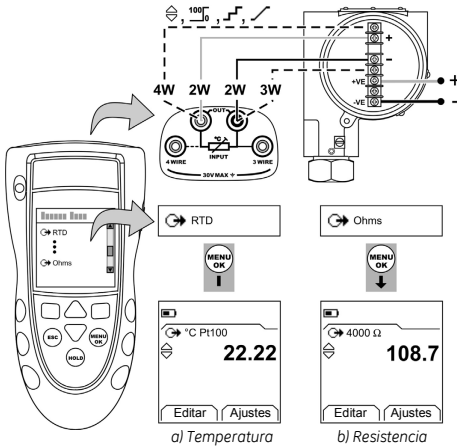

Figura 2: Ejemplo de configuración - Simulación de la resistencia o temperatura de un RTD
1. Conecte el instrumento (Figura 2) y, si es necesario, ajuste las opciones de *Configurar* (Tabla 1).